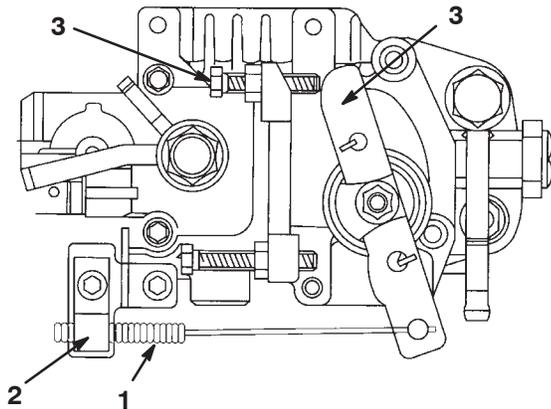

Bild 47
1. Stellen Sie den Gasbedienungshebel auf Langsam (Bild 47).
2. Lösen Sie die Schraube der Kabelklemme, mit der dieser am Motor befestigt ist (Bild 47).
3. Schieben Sie den Bowdenzug, bis der Fahrtriebshebel die Leerlaufschraube berührt (Bild 47).
2. Lösen Sie die Sicherungsmutter an der Leerlaufschraube (Bild 47).